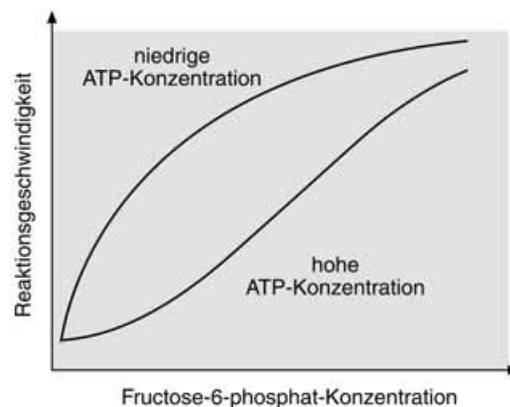

Abb. 3 Reaktionsgeschwindigkeit von Phosphofruktokinase
3. Das Enzym Phosphofruktokinase katalysiert die Bildung von Fructose-1,6-bisphosphat aus Fructose-6-phosphat. Aus der Leber wird das Enzym isoliert und einer Fructose-6-phosphat-Lösung mit ATP zugesetzt. Die Reaktionsgeschwindigkeit des Enzyms wird in Abhängigkeit von der Konzentration an Fructose-6-phosphat bei niedriger und hoher ATP-Konzentration ermittelt. Beschreiben und deuten Sie die Kurvenverläufe (Abb. 3).